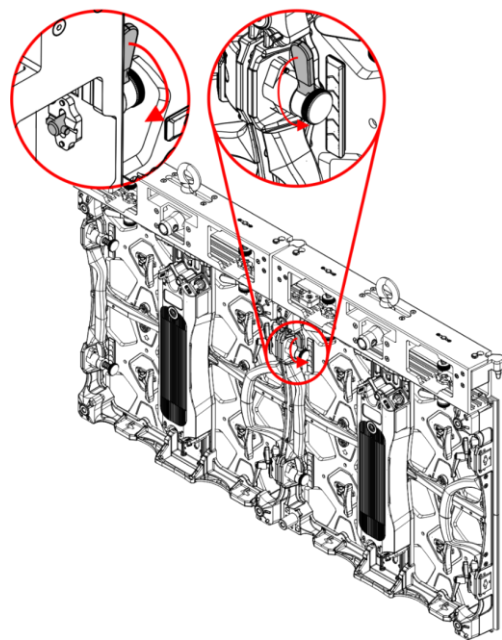

Fig. 49
- 04) Gire la **palanca (A)** del **mecanismo de bloqueo superior (16)** en sentido horario para asegurar la pantalla LED a la pantalla LED anterior como se muestra en las Fig. 49 y 50.
- 05) Repita los pasos 1-4 para el **mecanismo de bloqueo inferior (16)** de la pantalla LED.